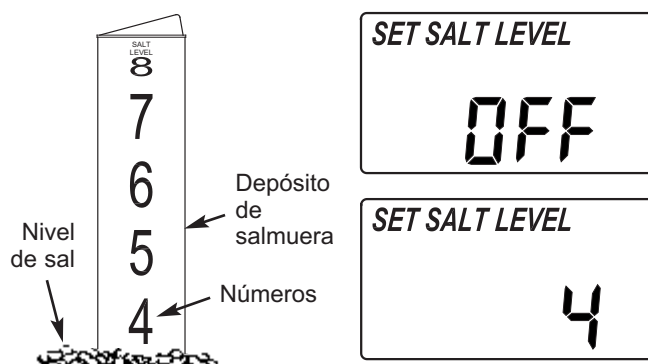

FIG. 19
2. La escala de nivel de sal, en el depósito de salmuera dentro del tanque, tiene los números del 0 al 8 (vea la Fig. 19). Fíjese en el número más alto en el que esté nivelada la sal, o al que esté más próxima.